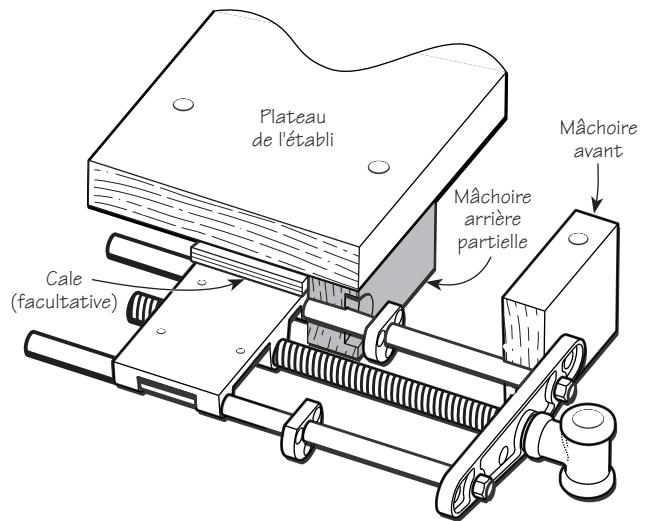
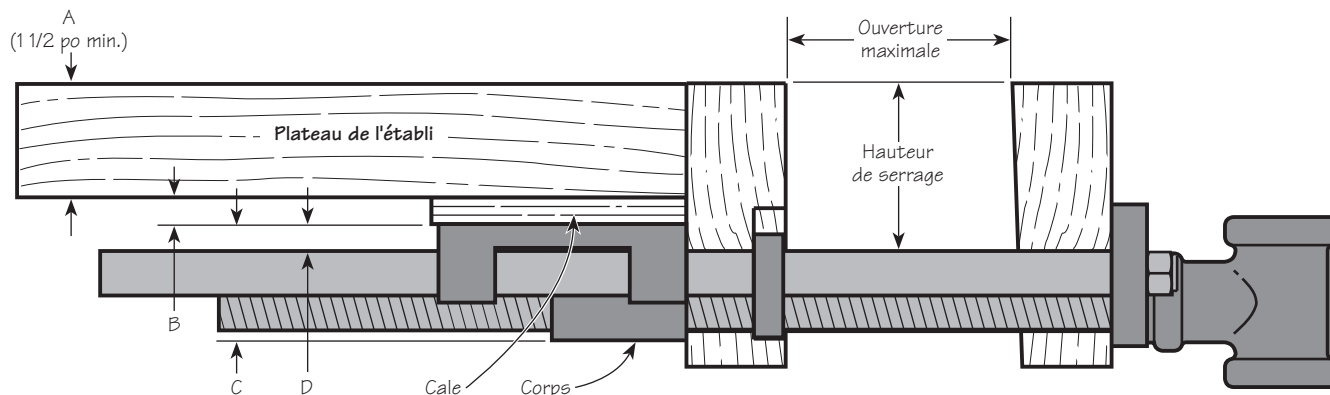
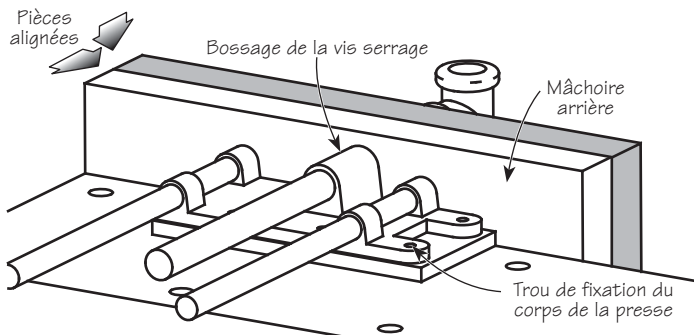

Figure 2 : Établi sans ceinture avec mâchoire arrière partielle
Figure 5 : Ouverture et hauteur de serrage de la presse
**Figure 8 : Trous de passage**
2	Pièces de bois dur au grain serré (érable ou bouleau) d'une épaisseur minimale de 1 5/8 po et d'une largeur de 3 1/4 po* sur 12 po à 15 po de longueur. * L'une des pièces peut avoir une largeur minimale de 1 3/4 po si la presse est installée de la façon illustrée à la figure 2 .
2	Pièces de bois dur au grain serré (érable ou bouleau) d'une épaisseur minimale de 1 5/8 po et d'une largeur minimale de 3 3/4 po* sur 18 po de longueur – ou plus s'il s'agit d'une presse de bout pleine largeur. * L'une des pièces peut avoir une largeur minimale de 2 1/4 po si la presse est installée de la façon illustrée à la figure 2 .
Les figures 2, 3 et 4 illustrent les trois installations les plus courantes. Le choix de la disposition dépend en grande partie de la structure de l'établi.
**3\* :** Cette disposition convient à un établi sans ceinture. En remplaçant la mâchoire arrière partielle – voir la figure 2 – par une mâchoire pleine hauteur vissée contre le chant de l'établi, on obtient une surface de serrage plus stable. Cette façon de faire comporte toutefois un inconvénient : les pièces maintenues dans la presse se trouvent éloignées du bord de la surface de travail. Si cela pose problème, il suffit de prolonger la mâchoire arrière sur toute la longueur du plateau. Cela équivaut à ajouter une ceinture à l'établi et, par le fait même, à en augmenter la profondeur. La cale, facultative, vient accroître la hauteur de serrage de la presse.
- Pour déterminer la hauteur minimale des mâchoires – ou d'une mâchoire partielle comme celle montrée à la **figure 2** – ainsi que la hauteur de serrage qui en résulte – sans cale –, se reporter à la **figure 5** et remplir le **tableau 1** au crayon. Placer la pièce à retenir le plus près possible de la vis de serrage afin de réduire la contrainte imposée aux composants de la presse. Toutefois, le mécanisme est suffisamment robuste pour résister à une hauteur de serrage plus grande. Pour augmenter la hauteur de serrage, il suffit de placer une cale entre le corps de la presse et le plateau de l'établi. La hauteur de serrage optimale recommandée varie de 3 po à 4 po. Ajuster les pièces afin d'obtenir des hauteurs de serrage et de mâchoires satisfaisantes.
**Remarque :** Si l'agencement des mâchoires correspond à la **figure 2**, la hauteur de la mâchoire **partielle** sera égale à la hauteur de mâchoire calculée, moins l'épaisseur du plateau de l'établi.
3. Tracer une ligne verticale au centre de la face de serrage de la **mâchoire arrière**. Placer le pli du gabarit sur l'arête de la mâchoire arrière, en s'assurant que les lignes centrales de l'un et l'autre coïncident. Marquer le centre des trois trous à l'aide d'un poinçon. **Remarque :** Si la configuration des mâchoires correspond à la **figure 2**, il faut fixer temporairement la **mâchoire arrière partielle** sous le plateau de l'établi avant de procéder à cette opération. Le cas échéant, marquer également la position de toute fixation supplémentaire.
6. Placer sous serres les mâchoires avant et arrière l'une contre l'autre, comme le montre la **figure 8**. S'assurer que le dessus et les extrémités sont alignés selon leur position finale. **Remarque :** Si la configuration des mâchoires correspond à la **figure 2**, la **mâchoire arrière partielle** devra être décalée par rapport à l'arête supérieure de la mâchoire avant. Placer l'ensemble sur la perceuse à colonne, le dos de la **mâchoire arrière** vers le haut et percer les trous de passage des tiges-guides et de la vis de serrage en s'alignant sur les avant-trous de 1/8 po. Le **tableau 2** indique le diamètre des trous de passage. Les mesures ont été arrondies au 1/8 po près supérieur. Pour réduire l'arrachement des fibres, placer une retaille sous la mâchoire avant.
7. À l'aide de vis n° 14 ou de tire-fonds de 1/4 po, visser la mâchoire arrière à l'établi, et la coller si désiré. Réserver environ 1/16 po au-dessus du plateau de l'établi afin de les niveler avec précision ultérieurement. **Remarque :** Si la configuration des mâchoires correspond à la **figure 2**, s'assurer que la face de serrage de la mâchoire partielle affleure le chant du plateau de l'établi.
11. En la tapant doucement, aligner la mâchoire **avant** pour que les bouts et le dessous affleurent ceux de la mâchoire arrière, ou le dessus de l'établi si la configuration de la presse correspond à celle illustrée à la **figure 2**. Resserrer fermement la presse et vérifier que le corps entre en contact avec la mâchoire **arrière**.